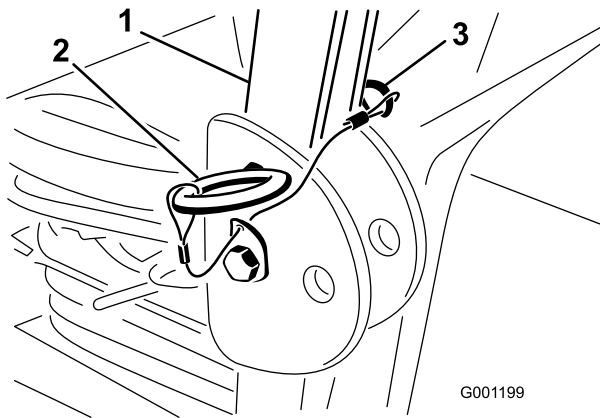

Figura 8
2. Con la barra antivuelco en la posición elevada, retire las chavetas y los 2 pasadores (Figura 8).